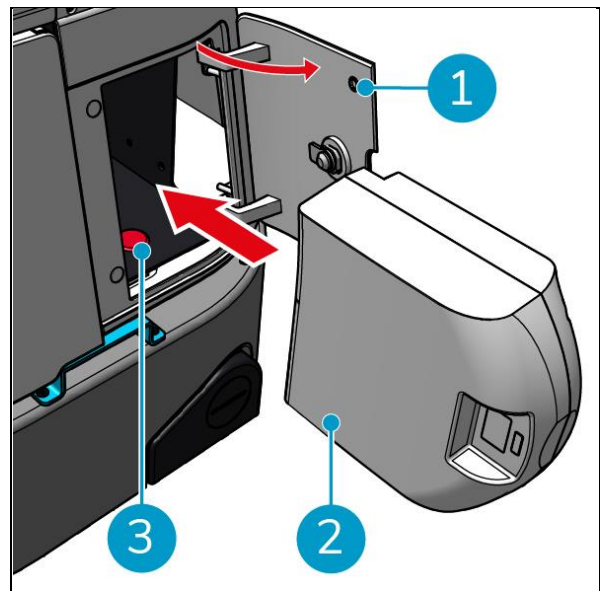

Figura 11
Prima di rimuovere la batteria, assicurarsi di spegnere il co-botico 45 tramite il pulsante di accensione posto all'interno del vano batteria (vedi Figura 11, pos. 3). Se si rimuove la batteria senza spegnere il co-botic 45, la batteria potrebbe fare scintille e causare problemi ai connettori.
1. Aprire il coperchio del vano batterie utilizzando la chiave in dotazione (Figura 11, pos. 1).
2. Spingere la batteria nell'apposito alloggiamento (Figura 11, pos. 2). Un clic indica che la batteria è bloccata.
1. Premere il pulsante di accensione davanti alla batteria (Figura 11, pos. 3), il co-botico 45 si accende.